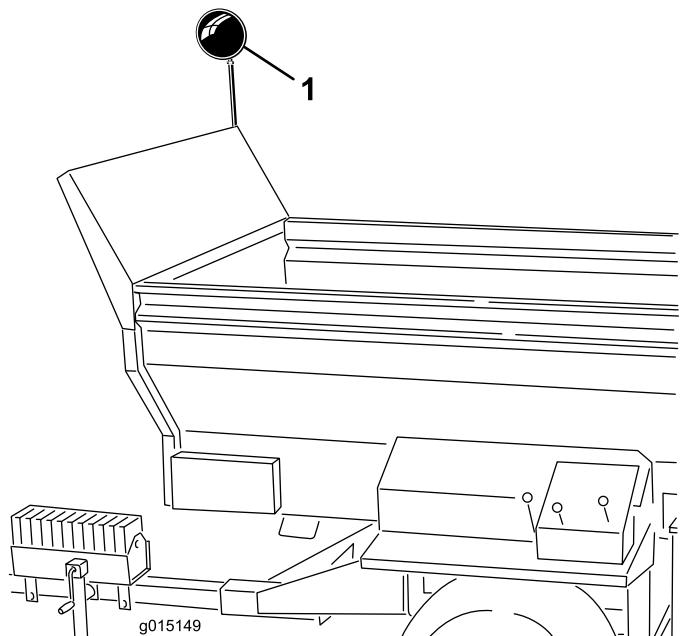

Figure 7
- Réglez le rétroviseur (Figure 7) de sorte que l'utilisateur puisse voir l'intérieur de la trémie depuis sa place.